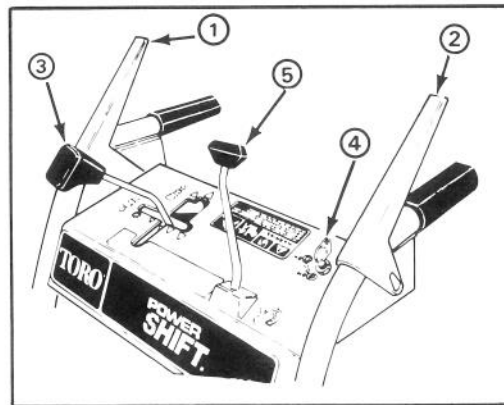

Figure 9
**Commande de tarière/roue hélice** (fig. 9)—Cette commande peut se régler sur deux positions : EMBRAYÉE et DÉBRAYÉE. Pour embrayer la tarière et la roue hélice, appuyez le levier contre la poignée droite. Pour débrayer, relâchez le levier.
**Commande d'entraînement de traction** (fig. 9)—Pour engager la traction ou mettre le mécanisme Power Shift en service, le levier doit être pressé contre la poignée gauche. Pour arrêter la traction, relâchez le levier.
**Commande de changement de vitesse** (fig. 9)—La commande présente quatre vitesses avant et deux arrière et permet également l'asservissement Power Shift des roues. Pour passer les vitesses, réglez cette commande sur la position désirée.
**Verrouillage de la tarière** (fig. 9)—Lorsque les commandes de tarière/roue hélice et d'entraînement de traction sont enclenchées, la commande de traction verrouille la commande de tarière/roue hélice en position enfoncée. Il suffit de relâcher la première pour désenclencher la seconde.
**Commande de goulotte d'éjection** (fig. 9)—Faites tourner la commande de goulotte d'éjection dans le sens horaire afin d'orienter la goulotte vers la droite et dans le sens inverse pour l'incliner de l'autre côté.
**Contacteur d'allumage** (fig. 9)—Le contacteur se règle sur deux positions CONTACT MIS et CONTACT COUPÉ. Tournez la clé sur CONTACT MIS avant de faire démarrer le moteur et sur CONTACT COUPÉ pour arrêter celui-ci.
1. Réglez le sélecteur de vitesse sur la position N (point mort) et la commande des gaz sur RAPIDE (fig. 9).
4. Mettez le contact (fig. 9).
1. Relâchez les commandes d'entraînement de tarière/roue hélice et de traction (fig. 9).
2. Réglez le sélecteur de vitesse au point mort (N).